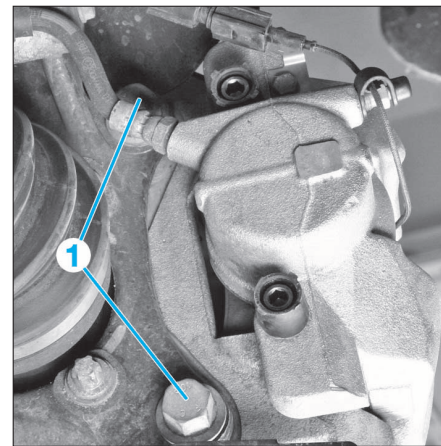

FIG. 7
- Moteurs 1.9 JTDm, déposer les 2 vis de fixation (1) du support d'étrier (Fig.7).